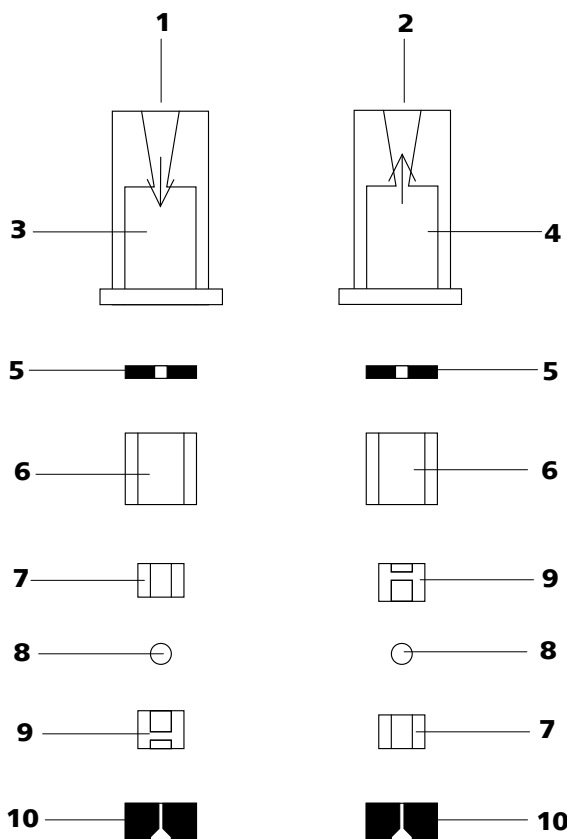

Figura 36 Componentes da válvula de entrada e da válvula de saída
- As válvulas de entrada e de saída são constituídas pelos mesmos componentes, estando os mesmos ordenados apenas de modo diferente (ver figura 36, página 76).
Montar novamente os componentes da válvula *de acordo com a figura 36, página 76*.
- Colocar os restantes componentes da válvula, uns sobre os outros, na sequência correta (*ver figura 36, página 76*).
Se não for este o caso, a válvula terá que ser desmontada novamente e montada de novo corretamente (*ver figura 36, página 76*).